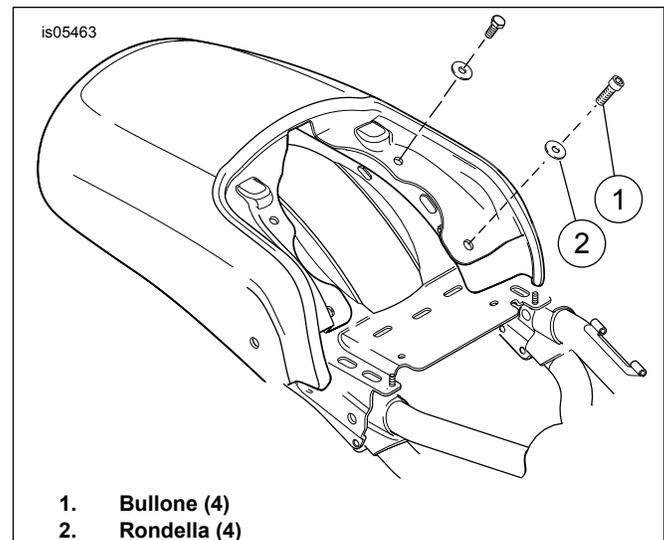

Figura 1. Bulloni di montaggio del parafango
1. Vedere Figura 1. Rimuovere i quattro bulloni di montaggio del parafango posteriore (1) e le rondelle (2). Se necessario, spostare l'ECM per accedere ai quattro bulloni di montaggio del parafango.
6. Vedere Figura 1. Installare i quattro bulloni del parafango (1) e le rondelle (2). Serrare ad una coppia di 20–26 N·m (15–19 ft-lbs).